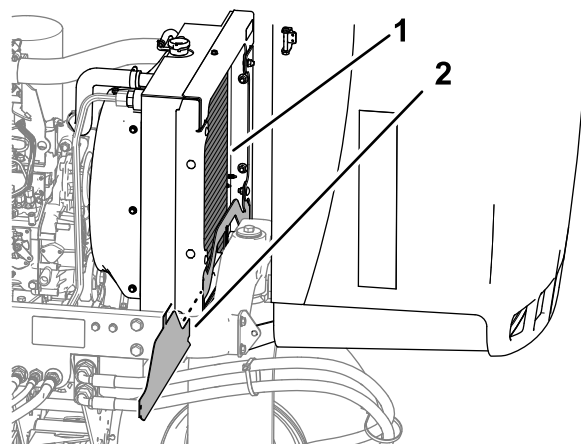

Bild 74
5. Reinigen Sie beide Seiten des Kühlers gründlich mit Wasser oder Druckluft (Bild 74).
4. Entfernen Sie das untere Kühler-Schutzblech (Bild 74).